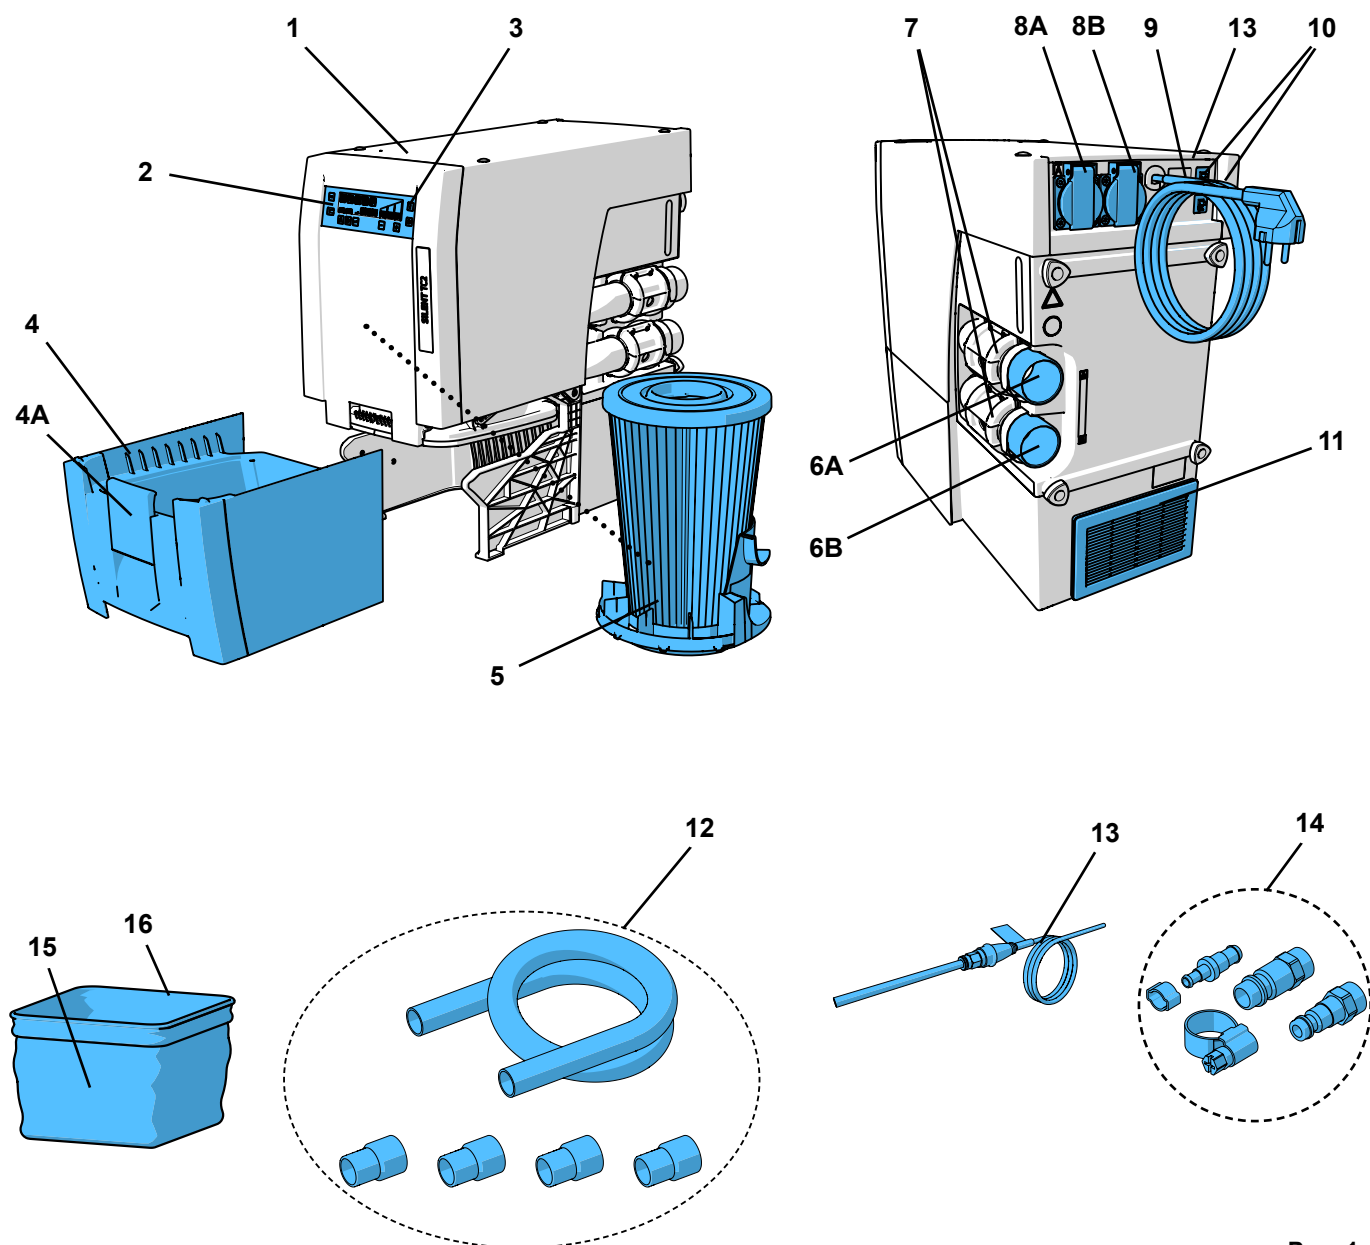

Рис. 1
- выходу отработанному воздуху (11, Рис. 1) ничего не препятствовало.
- Отверстие на задней стенке шкафа (В), мин. 250 x 120 мм, непосредственно напротив выхода отработанного воздуха (11, Рис. 1).
⇒ Шнур питания (9, Рис. 1) раскатать и штекер вставить в розетку электросети здания.
⇒ Подобрать подходящую муфту для шланга из прилагаемого комплекта для подключения (14, Рис. 1) и установить на конец шланга.